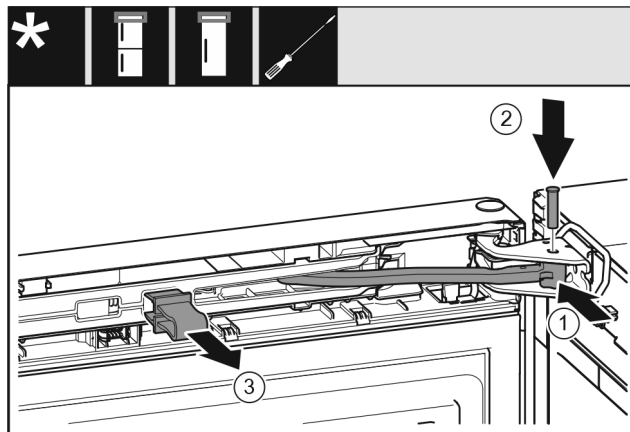

Fig. 53
- ▷ 将铰链 Fig. 53 (1) 转入托架。
- ▷ 将螺栓 Fig. 53 (2) 插入托架和铰链。同时注意止动凸轮需正确地处于凹槽中。
- ▷ 取下保险装置 Fig. 53 (3)。